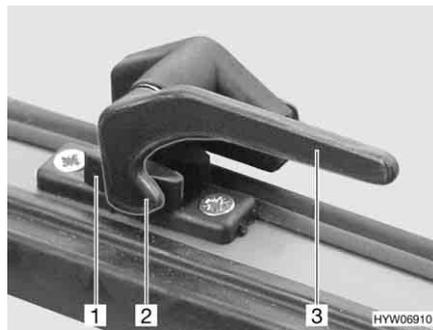

Fig. 59 Palanca de bloqueo en la posición de "cerrado"
- Girar la palanca de bloqueo (Fig. 59,3) un cuarto de vuelta hacia la mitad de la ventana.
- Girar la palanca de bloqueo (Fig. 59,3) un cuarto de vuelta hacia el marco de la ventana. El saliente de bloqueo (Fig. 59,2) se encuentra en la cara interior del bloqueo de la ventana (Fig. 59,1).
- En la posición "cerrada fijamente" (Fig. 59).